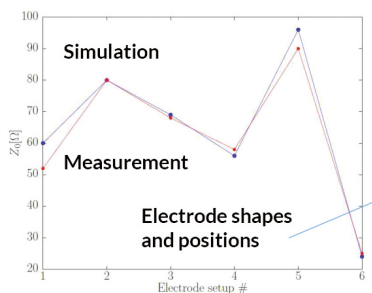

图 5. 比较不同的电极形状和位置(下)对应的生物阻抗测量值和模拟值(左)。
4), 并评估电极的形状和位置对生理参数测量结果的影响。仿真结果(图 5)与实际测量的数据非常吻合, 为开发用于监测生理变化的可穿戴贴片提供了有力支持。这些传感器将帮助医生有效监控各类心脏疾病, 采集实时数据, 将最前沿的技术转化为患者可享受